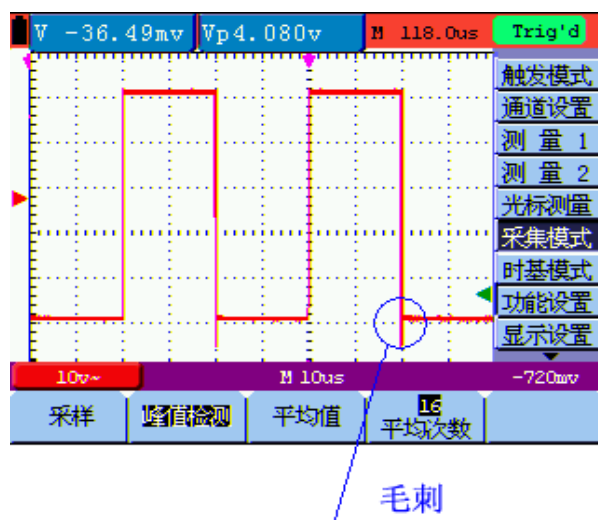

图 14：峰值检测
3. 按 **F2** 键，选择 **峰值检测**。这时你可以测量尖峰脉冲。见图 14：